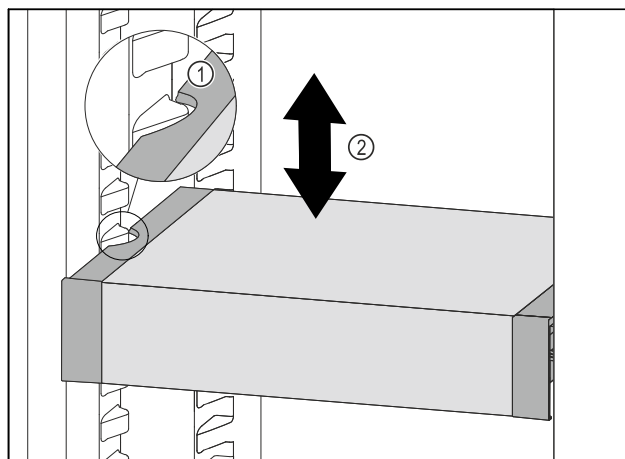

Fig. 194
- Táhněte VarioSafe dopředu, dokud nebudou boční vybrání VarioSafe na úrovni žebrování na nádoby v chladniče. Fig. 194 (1)
- Posouvejte VarioSafe v chladniče nahoru nebo dolů, dokud nedosáhnete požadované výšky. Fig. 194 (2)